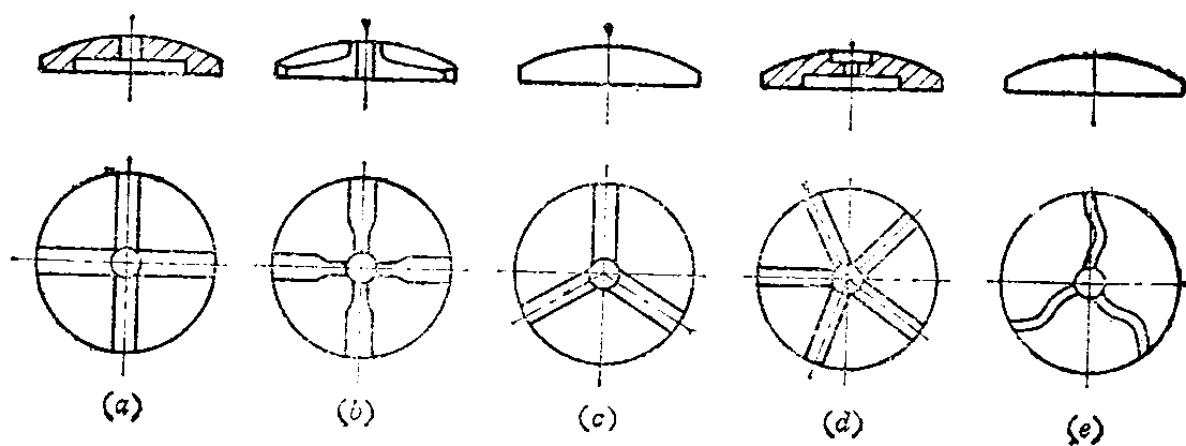
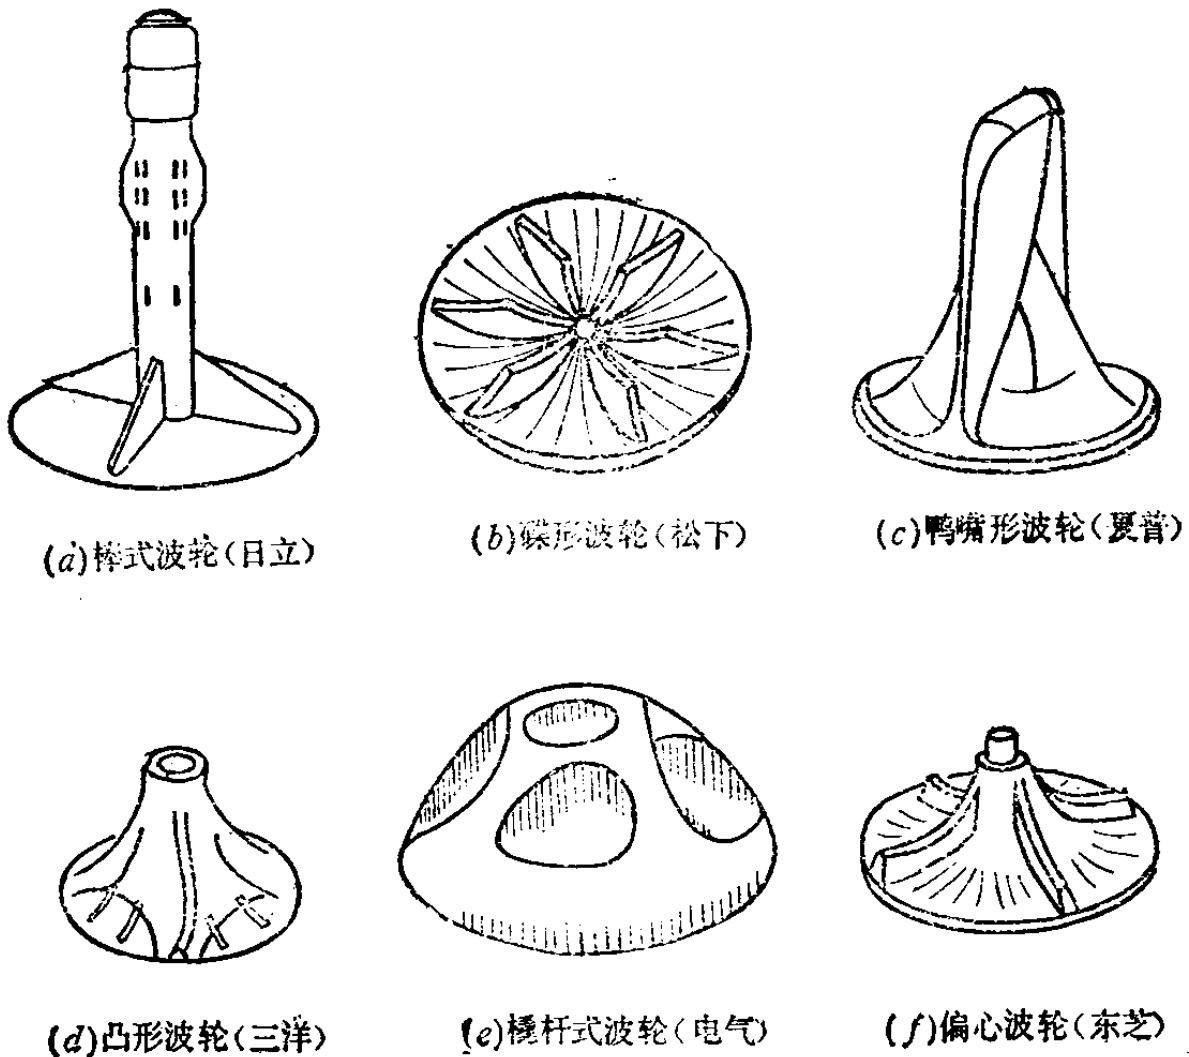

图 1-8 常见小波轮形状
图 1-9 常见大波轮形状
波轮斜置式洗衣机是最早设计波轮式洗衣机的一种形式。波轮安装在桶底一侧与桶轴线成 $8^{\circ}\sim18^{\circ}$ 位置上。常见的小波轮形状见图 1-8 所示。这些形状的波轮直径都在 165~185 厘米之间。转速控制在 500~900 转/分。而转速的高低是根据波轮直径大小和波轮凸起筋数目的多少来综合考虑
**波轮平置式洗衣机** 最初形状的小波轮也安装在平置式洗衣机上(见图 1-8)。由于多种缺点，目前这种波轮平置式洗衣机推出，大多数是新一代的大波轮式洗衣机。大波轮式洗衣机克服了小波轮式洗衣机的最大缺点，即衣物易缠绕，起毛，磨损大，噪声大，有效地达到洗衣效果。目前，最常见的大波轮形状如图 1-9 所示。